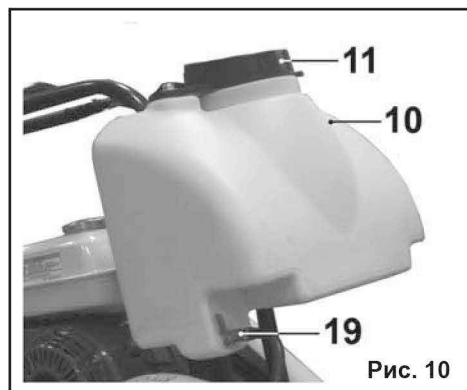

Рис. 10
7.3. Заправка бака для воды (Рис. 10).